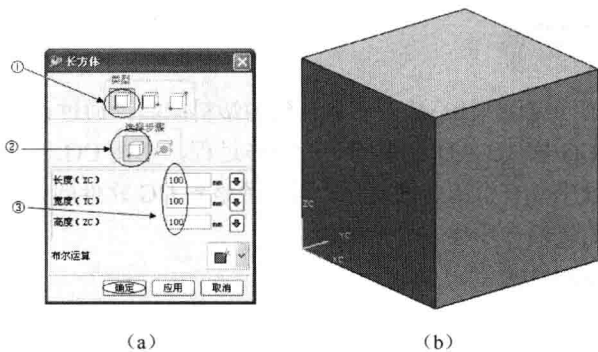

图 1.4 创建立方体
(2) 创建立方体。选择菜单命令“插入 | 设计特征 | 长方体”或单击“成型特征”工具栏中的“长方体”按钮 ，弹出如图 1.4 (a) 所示的“长方体”对话框，在该对话框中选择“原点，
边长”按钮，选择“点 1”按钮，在“长度”、“宽度”和“高度”3 个参数文本框中分别输入“100”、“100”、“100”，然后单击“确定”按钮，即可完成长方体的创建，结果如图 1.4 (b) 所示。